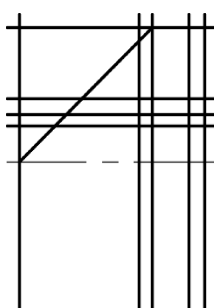

图 14-41 绘制斜线 1
(3) 绘制斜线 1。将“轮廓线”图层设置为当前图层，单击“默认”选项卡“绘图”面板中的“直线”按钮，绘制斜线，如图 14-41 所示。